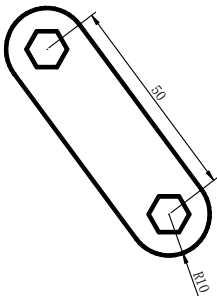

图 2-36 素材文件
- 01 打开随书光盘中的“\素材文件\第 2 章\实例 024.dwg”文件，如图 2-36 所示。